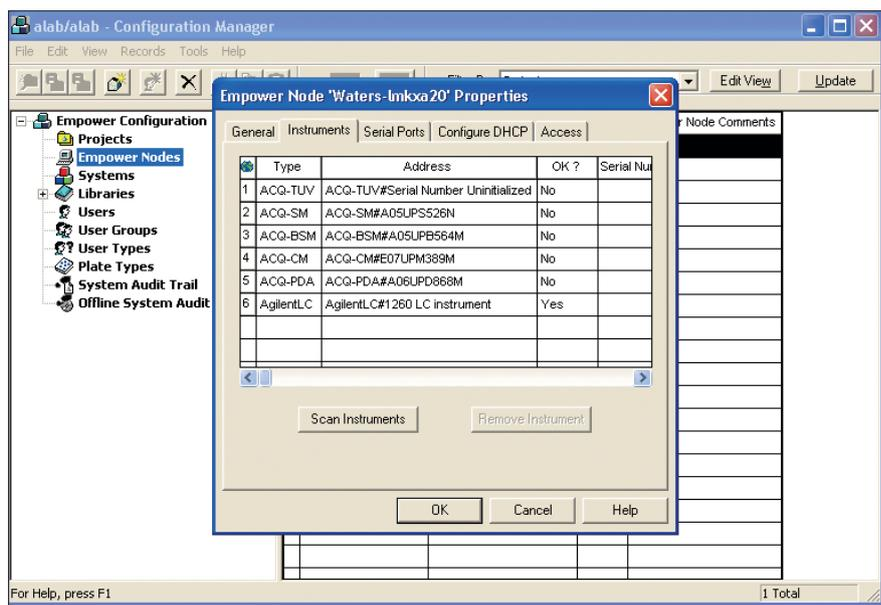

図 2
4. アジレントの機器に接続するには、[Empower Nodes] の [Properties] を使用して DHCP サーバーをコンフィグレーションします (図 2 を参照)。